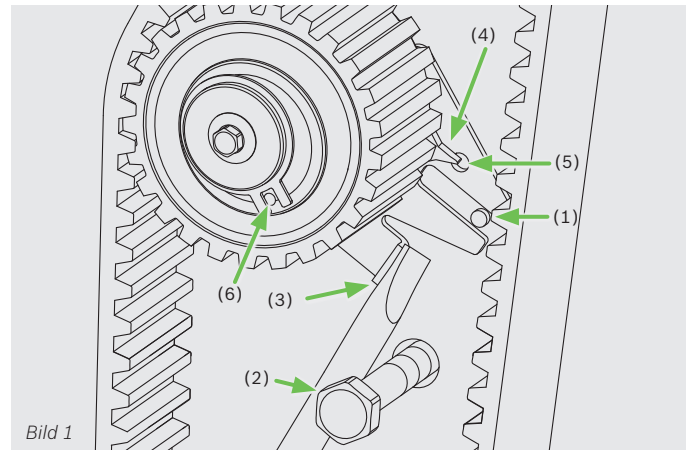
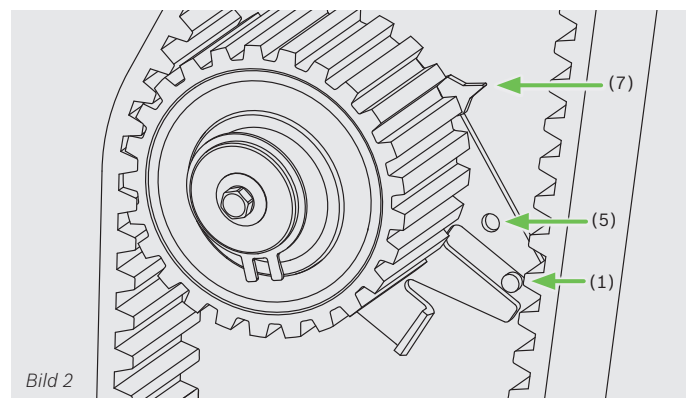

Bild 1
Bild 2
- ▶ Spannrolle mit einem Schraubenzieher zum Einstellen am Punkt (3) hebeln (Bild 1), bis sich der Zeiger (7) auf der maximalen Spannungseinstellung befindet (Bild 2).
- ▶ Nach 2-maligem Durchdrehen des Motors die Schraube der Spannrolle lockern und solange hebeln, bis der Zeiger (4) mit der Bohrung (5) fluchtet (Bild 1).
- ▶ Nach Einstellung der Zahnriemenspannung Schraube (2) wieder entfernen (Bild 1).